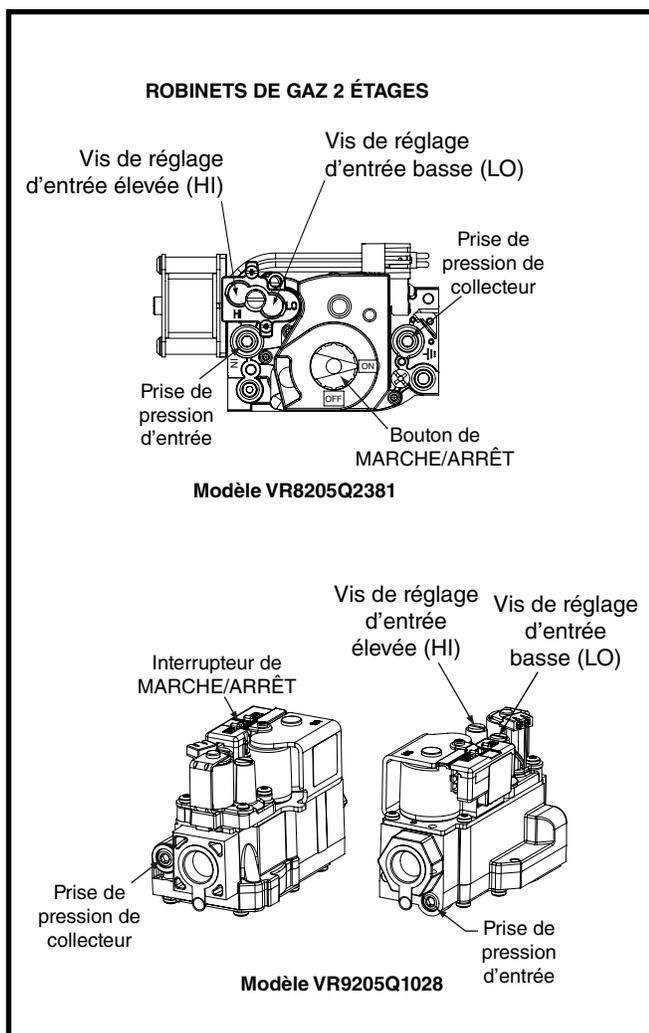

Figure 27. Vis de réglage d'entrée HI et LO (élevé et faible)
- c. Au moyen d'une clé hexagonale, tourner la vis de réglage d'entrée « LO » (faible) du côté « LO » du régulateur pour ajuster le réglage de débit réduit ou tourner la vis de réglage d'entrée « HI » (élevé) du côté « HI » du régulateur pour définir le réglage de plein débit. Consulter la Figure 27 \(page 28\). **REMARQUE :** Tourner la vis de réglage dans le sens horaire augmente la pression et dans le sens antihoraire réduit la pression.